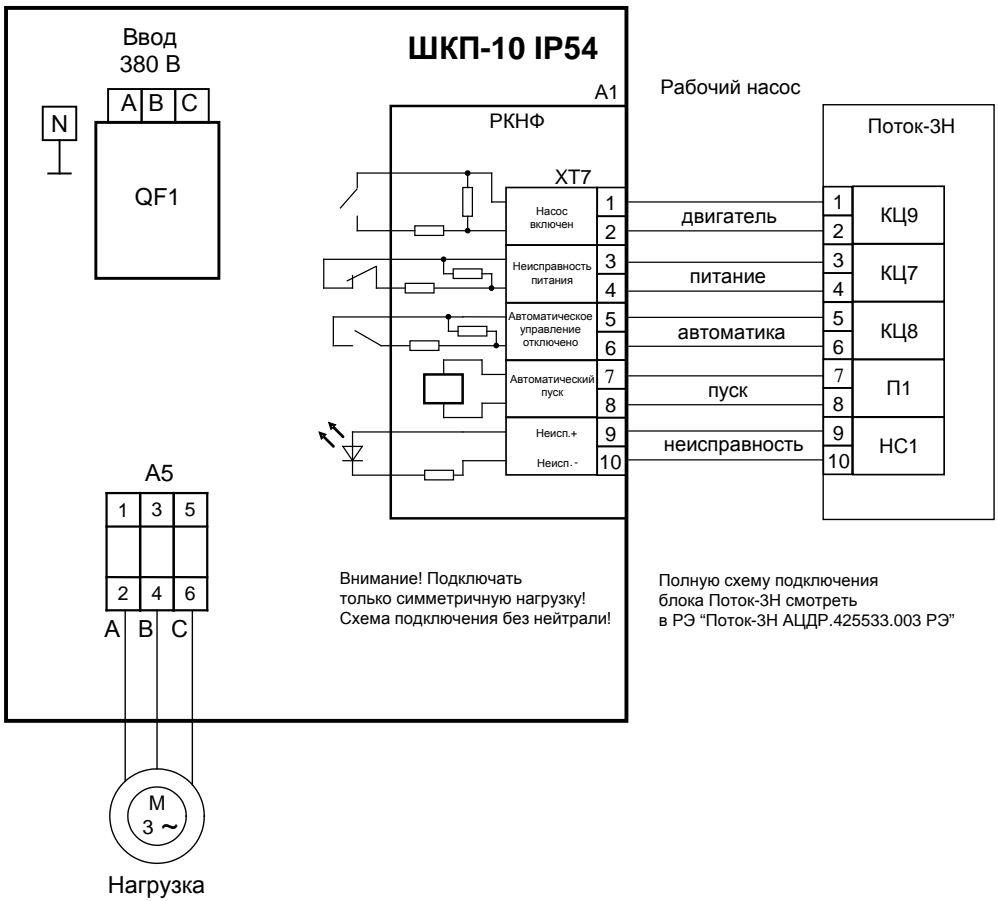

Рисунок 3. Вариант подключения шкафа при эксплуатации с трехфазной нагрузкой и блоком Поток-ЗН
- 3) подключить к шкафу провода питающего сетевого напряжения, цепей нагрузки и контроля состояния согласно схеме электрической рис. 3,4;
- Максимально допустимое отклонение напряжения выставляется потенциометром 2 (см. рис. 3). $\Delta U_{\text{ном}}$ определяет одновременно верхний и нижний пороги срабатывания. Таким образом, входное напряжение будет считаться допустимым в диапазоне от $(220 - \Delta U_{\text{ном}})$ В до $(220 + \Delta U_{\text{ном}})$ В. $\Delta U_{\text{ном}}$ может принимать значения от 0 В (крайнее левое положение потенциометра) до 80 В (крайнее правое положение потенциометра).
- Время интегрирования неисправности (время задержки срабатывания) выставляется регулятором 3 (см. рис. 3). t_c определяет время накопления неисправности (восстановления) и может принимать значения от 0 с (крайнее левое положение потенциометра) до 16 с (крайнее правое положение потенциометра).